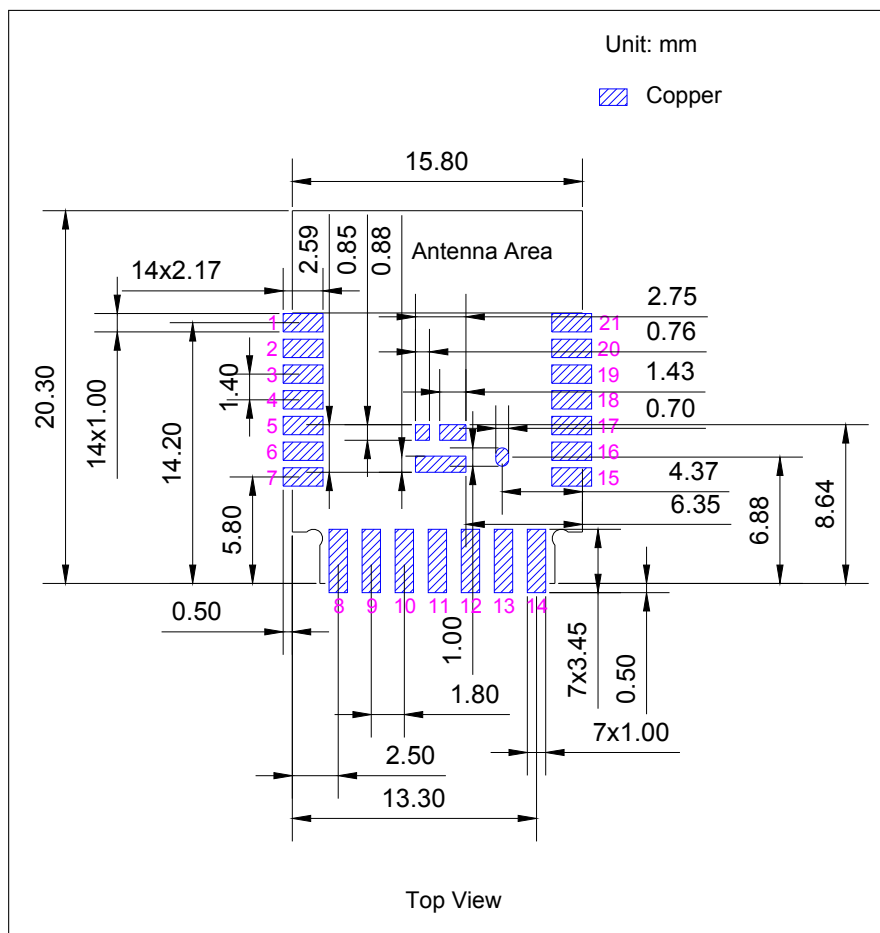

图 7: 模组表面贴装推荐 PCB 封装图形
- 推荐 PCB 封装图，标有 PCB 设计所需的全部尺寸。详见图 7 模组表面贴装推荐 PCB 封装图形 和 8 模组竖插装推荐 PCB 封装图形。
- 推荐 PCB 封装图的源文件，用于测量图 7 和 8 中未标注的尺寸。您可用 Autodesk Viewer 查看 ESP8684-WROOM-06C 的封装图源文件。